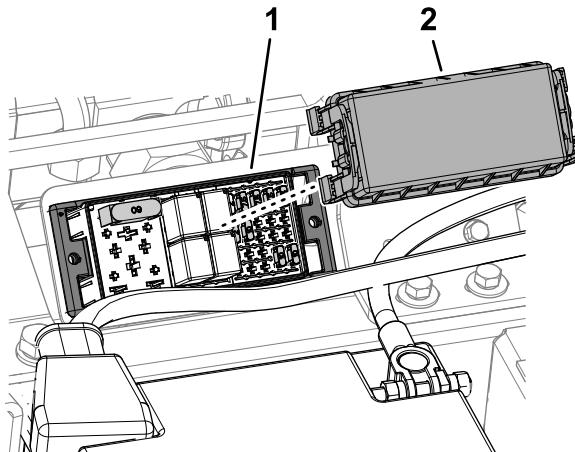

Bild 58
2. Entfernen Sie die Sicherungskastenabdeckung (Bild 58)
5. Installieren Sie die Sicherungskastenabdeckung (Bild 58).